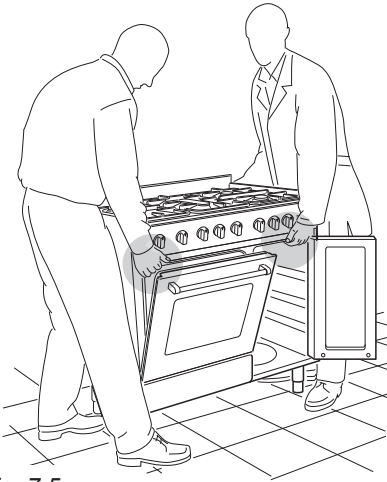
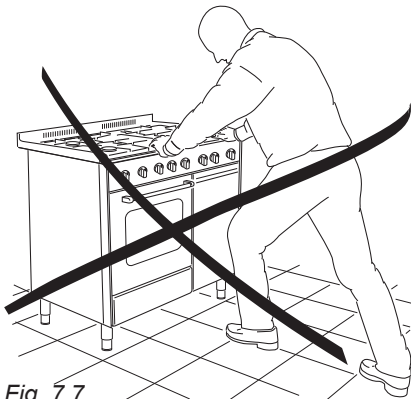

Fig. 7.5
Fig. 7.7
**ATTENZIONE:** La cucina deve essere sempre raddrizzata da due persone per evitare di danneggiare i piedi (fig. 7.5).
**ATTENZIONE :** Quando si sposta la cucina nella sua posizione definitiva, **NON TRASCINARLA** (fig. 7.7), ma sollevare i piedi dal pavimento (fig. 7.5).